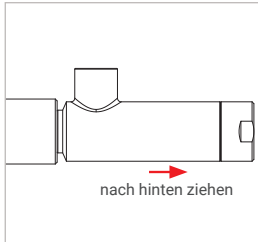

Abbildung 11
- ▶ Ziehen Sie leicht am Adapter (Roter Pfeil *Abbildung 11*) entgegen der Anschlussrichtung um sicherzustellen, dass der Adapter richtig angeschlossen ist.